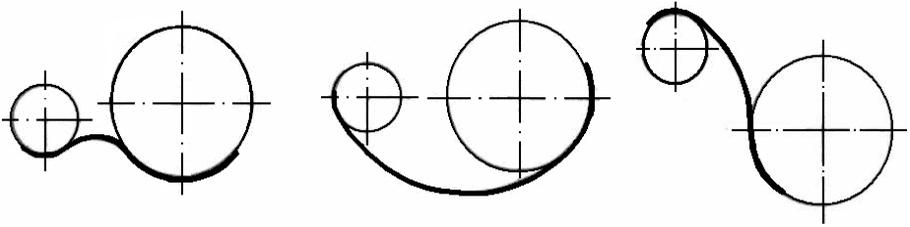

Рис. 44.
3) двух окружностей дугой окружности (рис. 44): внешнее, внутреннее, смешанное;